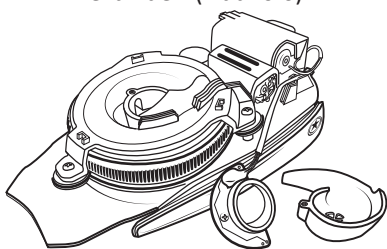

Abb. 6.5
2. Entfernen Sie Sensor-Board und -Feedneck von der Ballzuführung. Achten Sie darauf, die Kabel nicht zu beschädigen. (Abb. 6.5)